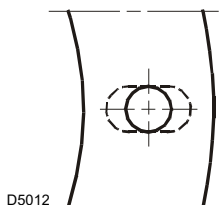

Fig. 6
- Widen, if necessary, the insulating gasket holes 5) Fig. 6).